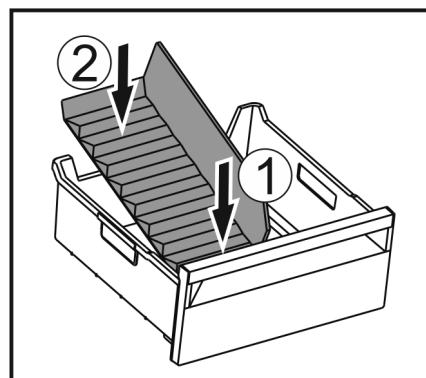

Fig. 185
- ▶ Поставете предната част на разделителя на отделението за лед. Fig. 185 (1)
- ▶ Спуснете задната част на разделителя на отделението за лед до дъното на чекмеджето. Fig. 185 (2)